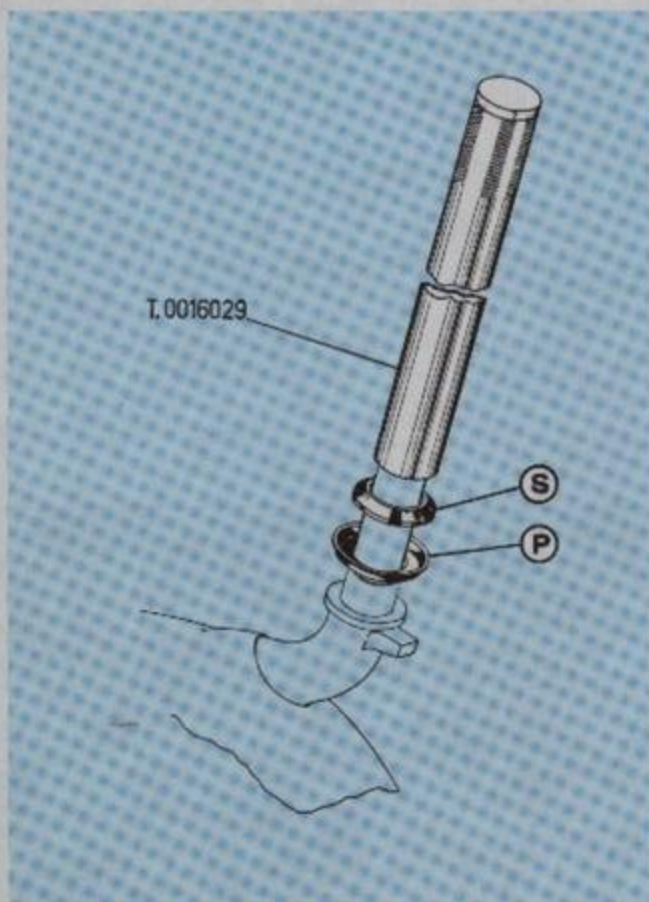

Fig. 83
**Fig. 83. Pista inferior cojinete inferior dirección:** Introducir sobre el tubo de dirección el guardapolvo «P» y la pista «S», luego con el útil T. 0016029 empujar (dando golpes con un mazo) hasta llevar el grupo pista inferior-guardapolvo a hacer tope, quitar ahora el útil y montar la jaula de bolas preventivamente engrasada.